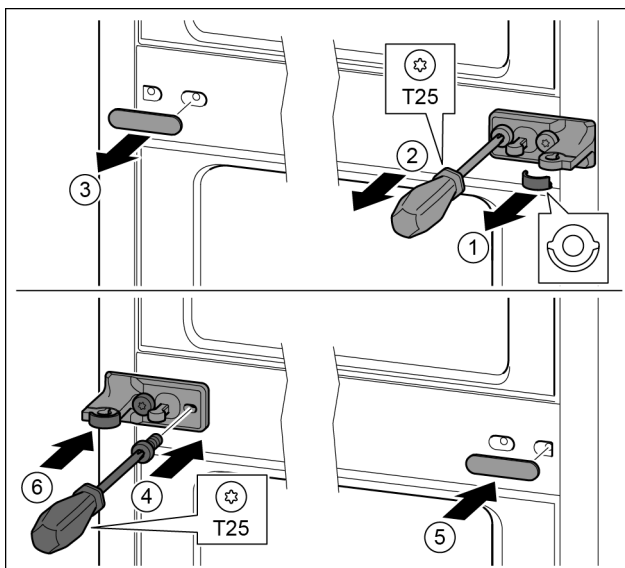

Fig. 14
- ▶ Extrageți șaiba. Fig. 14 (1)
- ▶ Demontați șuruburile cu șurubelnița T25. Fig. 14 (2)
- ▶ Desprindeți cu precauție capacul. Fig. 14 (3)
- ▶ Înșurubați ferm pe cealaltă parte suportul de lagăr cu folie rotit cu 180°. Fig. 14 (4)
- ▶ Atașați pe cealaltă parte capacul rotit cu 180°. Fig. 14 (5)
- ▶ Montați șaiba din față. Fig. 14 (6)